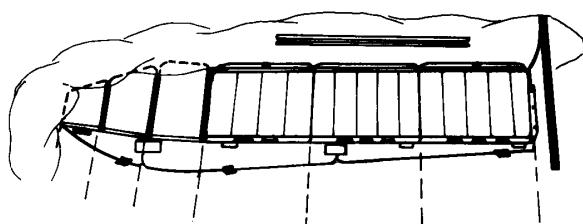

fig 5
- 7. **Das** so gebildete Dach flachdrücken : Dazu in das Boot steigen und an den Halteleinen ziehen, damit die Bootshaut nicht eingeklemmt [abb.5].